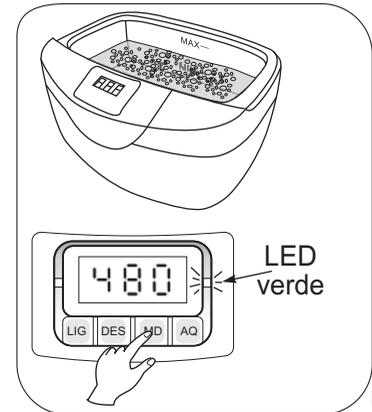

Fig.11
- 4▶ Proceda a desgaseificação da água que consiste em deixar o equipamento ligado por 8 minutos, sem instrumentos/artigos (Fig.11, pág. 12). Para isso pressione a tecla **180** até o display exibir a ciclo de 480s, pressione a tecla **L15** e aguarde até que o ciclo termine. Esse processo tem por finalidade retirar os gases dissolvidos na água que prejudicam a cavitação. A desgaseificação deverá ser repetida toda vez que ocorrer troca de água;